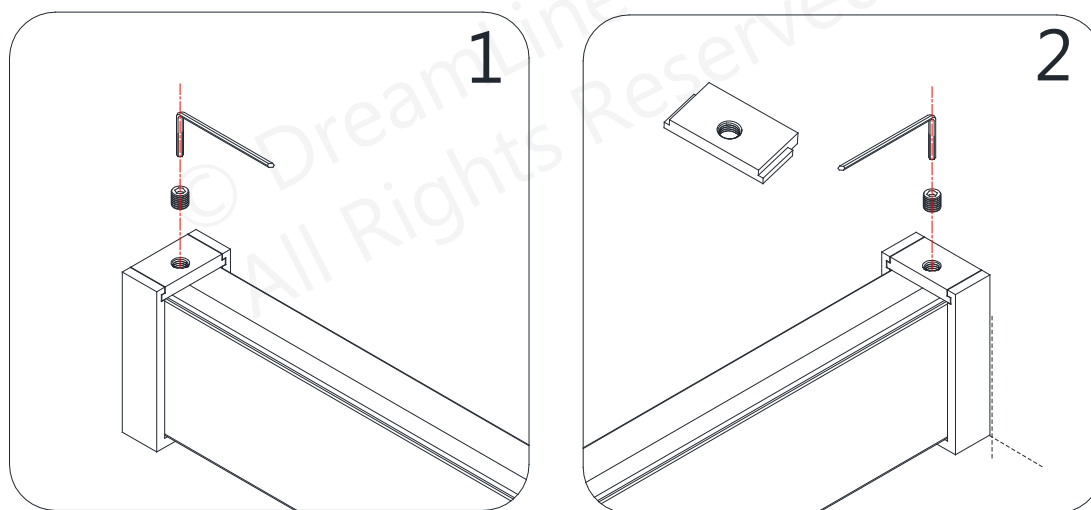

Fig 18
18. Faites glisser le **rail de guidage supérieur (n° 01)** dans les deux assemblages **de support de rail de guidage (n° 02)**. Installez les deux dessus de l'ensemble **de support de rail de guidage (#02)** et fixez-les avec les vis de réglage. **(Fig 18)**